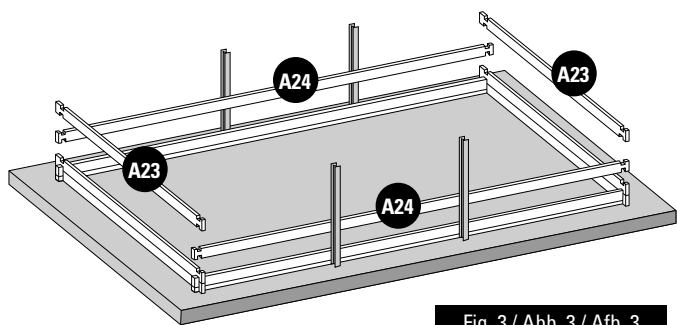

Fig. 3 / Abb. 3 / Afb. 3
- EN** **2nd LAYER OF BOARDS:** • Install the second layer of boards as shown in figure 3. • There is a wooden wedge in the structure packet to correctly assemble the boards. • Never directly hit against the boards. Do not hit them with anything metallic. This would inevitably damage the wood. • Try to correctly assemble the boards right from the start. There should not be any space between each layer of boards to avoid maladjustment of the higher boards.
- FR** **2ÈME RANGÉE DE MADRIERS :** • Positionnez les madriers de la deuxième rangée conformément à la figure 3. • De manière à emboîter correctement les madriers, une cale en bois est à votre disposition dans le colis de structure. • Ne pas taper directement sur les madriers. • Ne pas frapper avec une pièce métallique. Cela détériorerait le madrier irrémédiablement. • Veillez à emboîter bien à fond les madriers dès le départ. Il ne doit pas y avoir d'espace entre chaque rangée pour éviter un décalage au niveau des madriers supérieurs.
- DE** **2. BRETTERREIHE:** • Platzieren Sie die Bretter der zweiten Reihe laut Abb. 3. • Um die Bretter richtig anbringen zu können, finden Sie einen Holzkeil im Paket des Tragwerks. • Nicht direkt auf die Bretter klopfen. • Nicht mit einem Metallteil darauf klopfen. Es würde das Holz unabänderlich beschädigen. • Versuchen Sie, die Bretter von Anfang an tiefgehend ineinander zu fügen. Zwischen den Reihen darf kein Platz sein, um eine Fehlanpassung der oberen Bretter zu vermeiden.
- NL** **2ª RIJ PLANKEN:** • Plaats de planken van de tweede rij zoals aangegeven op afbeelding 3. • Om de planken correct te assembleren, zit er een houten wig in het pakket van het frame. • Sla niet direct op de planken. • Sla er niet direct op met metaal. Hierdoor raakt het hout onherstelbaar beschadigd. • Zorg ervoor dat de planken vanaf het begin stevig op elkaar aansluiten. Er mag geen ruimte tussen de rijen overblijven, om te voorkomen dat de bovenste houtdelen onregelmatig uitkomen.
- EN 3rd LAYER OF BOARDS:** Install the third layer of boards as shown in figure 3. The position of the refilling fitting with the key and the skimmer should be defined at the start of the assembly (read the specific paragraphs).
- FR 3^{ÈME} RANGÉE MADRIERS :** Positionnez les madriers de la 3^{ème} rangée conformément à la figure 3. Vous devez avoir déterminé l'emplacement de la buse de refoulement et du skimmer dès le début du montage (voir paragraphes spécifiques).
- DE 3. BRETTERREIHE:** Platzieren Sie die Bretter der dritten Reihe laut Abb. 3. Zu Beginn der Montage müssen Sie die Lage des Druckventils und des Skimmers festlegen (lesen Sie hierzu die entsprechenden Abschnitte).
- NL 3ª RIJ PLANKEN:** Plaats de planken van de derde rij zoals te zien is op afbeelding 3. U moet al bij aanvang van de montage bepalen op welke plaats het uitstroommondstuk en de skimmer moet komen (less de betreffende paragrafen).